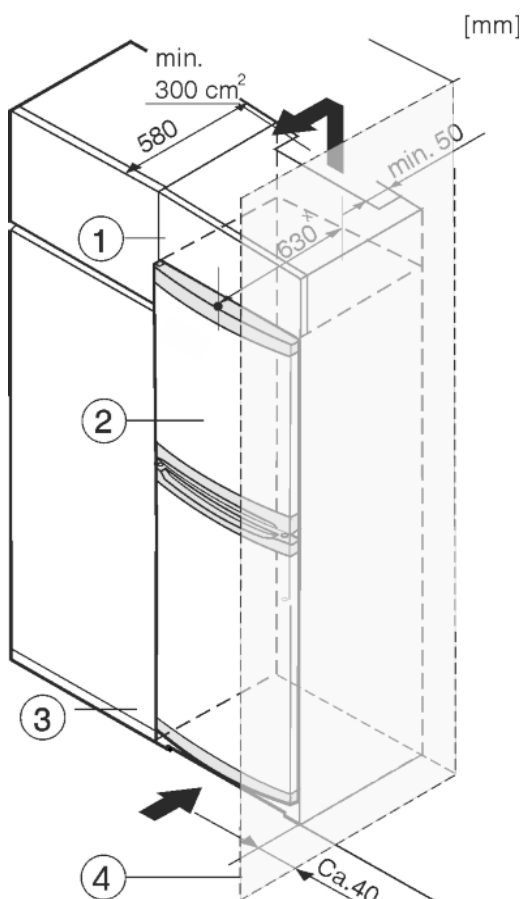

Fig. 8
- (1) Pealepandav kapp
- (2) Seade
- (3) Köögikapp
- (4) Sein
Seadet on võimalik köögikappidega ümbritseda. Kohandamiseks seadet Fig. 8 (2) köögitasapinna kõrgusele, saab seadme kohale paigaldada pealiskapi Fig. 8 (1).
Köögikappidesse sisseehitamisel (sügavus max 580 mm) võib seadme vahetult köögikapi Fig. 8 (3) kõrvale üles panna. Seade ulatub 34 mm x ja seadme keskoht 50 mm x köögikapi esiküljest ettepoole.
Kui seade paigaldatakse šarniiridega seinale Fig. 8 (4) lähedale, siis peab seadme ja seinavahele jääma vähemalt 40 mm. See vastab käepideme üleulatusetele avatud ukse korral.